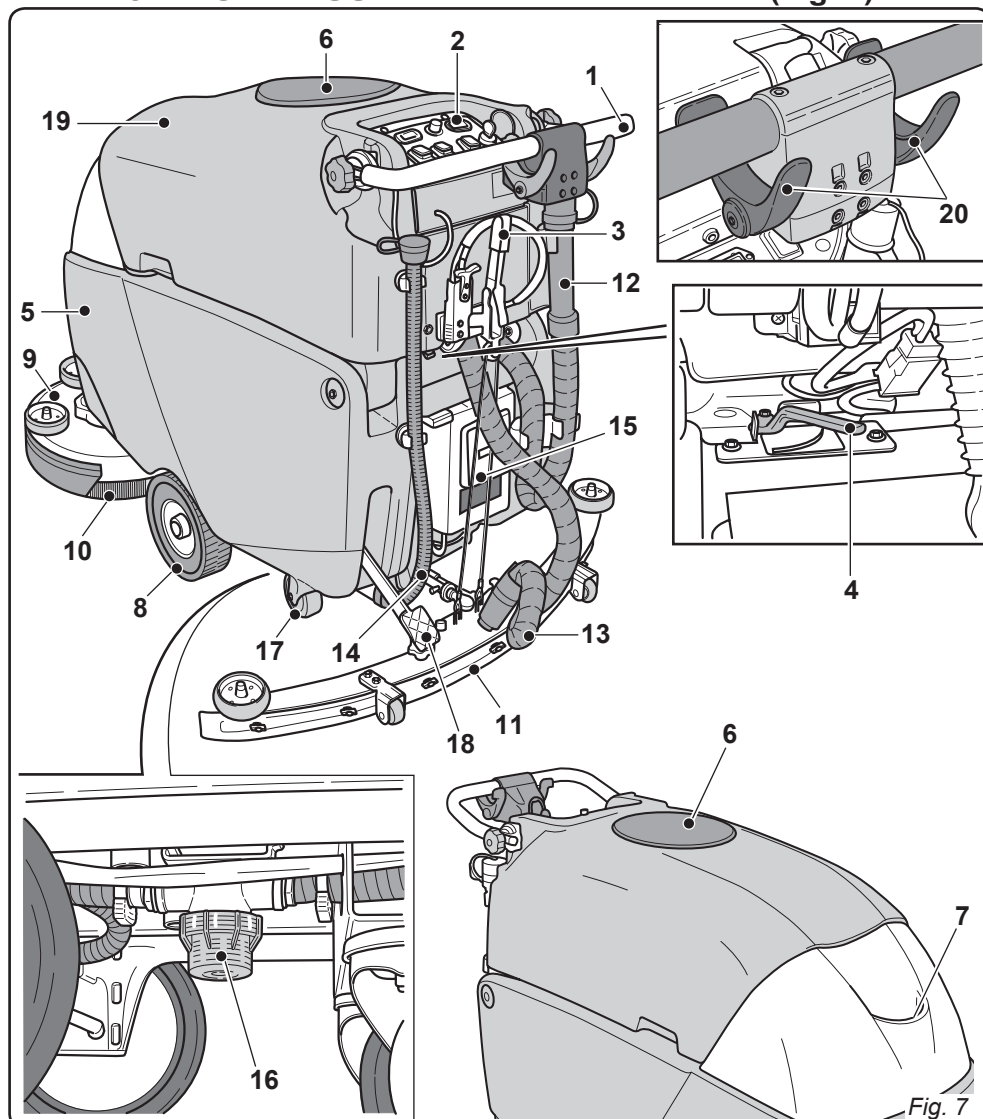

Fig. 7
5.1 CONNAISSANCE DE LA MACHINE (Fig. 7)